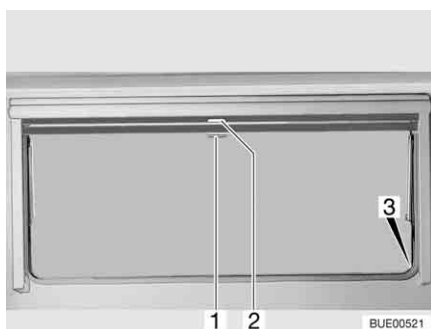

Bild 86 Ausstellfenster
- Verdunklungsrollo am Griff (Bild 86,2) nach unten ziehen. Wenn das Verdunklungsrollo ganz geschlossen wird, das Verdunklungsrollo auf beiden Seiten am Fensterrahmen in die Arretierung (Bild 86,3) einhängen.
- Wenn das Verdunklungsrollo vollständig geschlossen ist: Den Griff (Bild 86,2) nach unten drücken und den Griff dabei leicht nach innen ziehen. Das Verdunklungsrollo aus den Arretierungen links und rechts am Fensterrahmen aushängen.
- Wenn sich das Verdunklungsrollo in Zwischenposition befindet: Den Griff (Bild 86,2) leicht nach unten ziehen, bis sich die Arretierung gelöst hat.
- Insektenschutzrollo am Griff (Bild 86,1) nach unten ziehen und auf beiden Seiten am Fensterrahmen in die Arretierung (Bild 86,3) einhängen.
- Griff (Bild 86,1) nach unten drücken und den Griff dabei leicht nach innen ziehen. Das Insektenschutzrollo aus den Arretierungen links und rechts am Fensterrahmen aushängen.